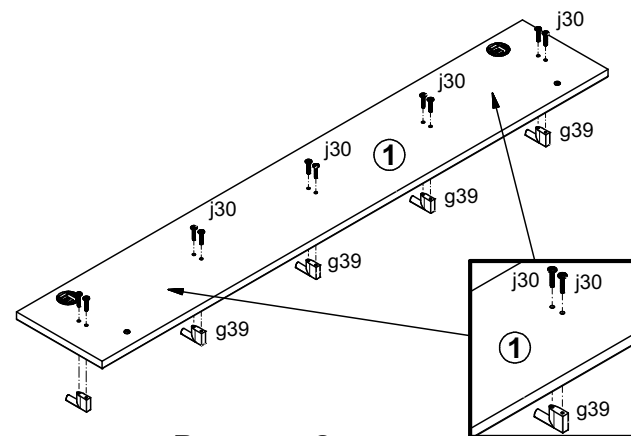

Рисунок 2
4. В отверстия  $\varnothing 5$  мм закрепить вешалки металлические **g39** винтами **j30** (см. рис. 2).